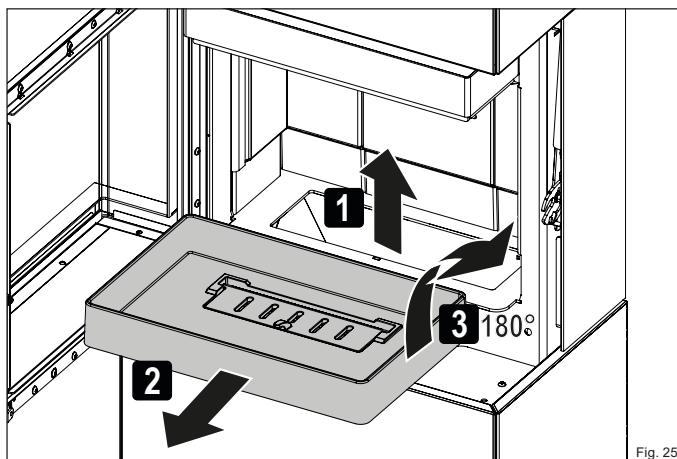

Fig. 25
- ▶ Démontez la sole foyer (Fig. 25).